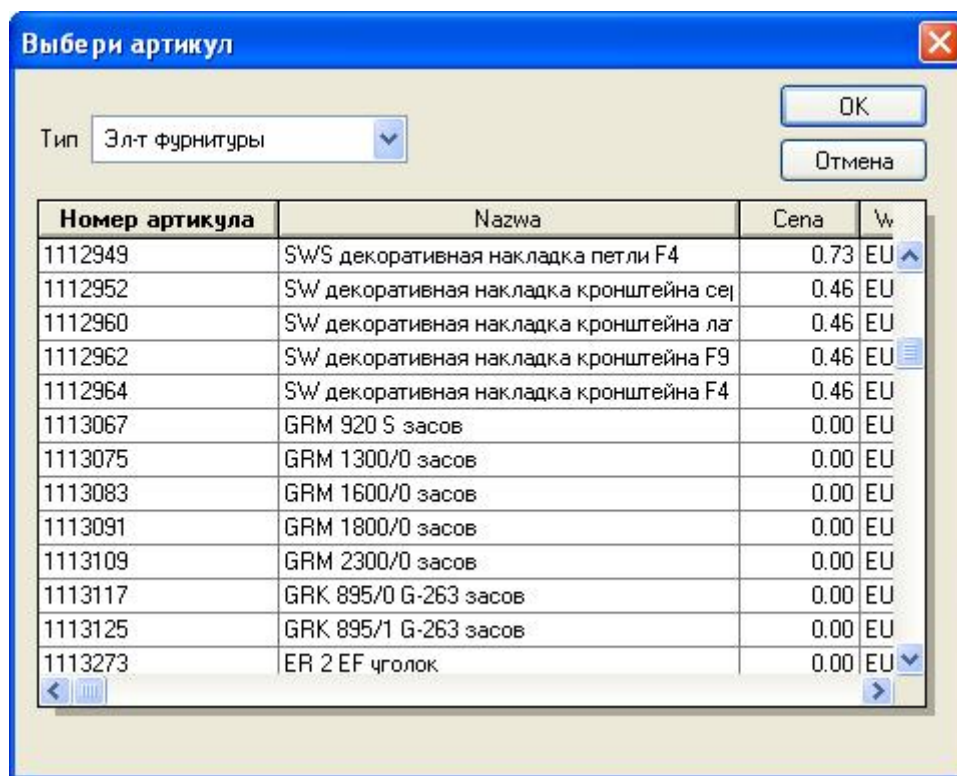
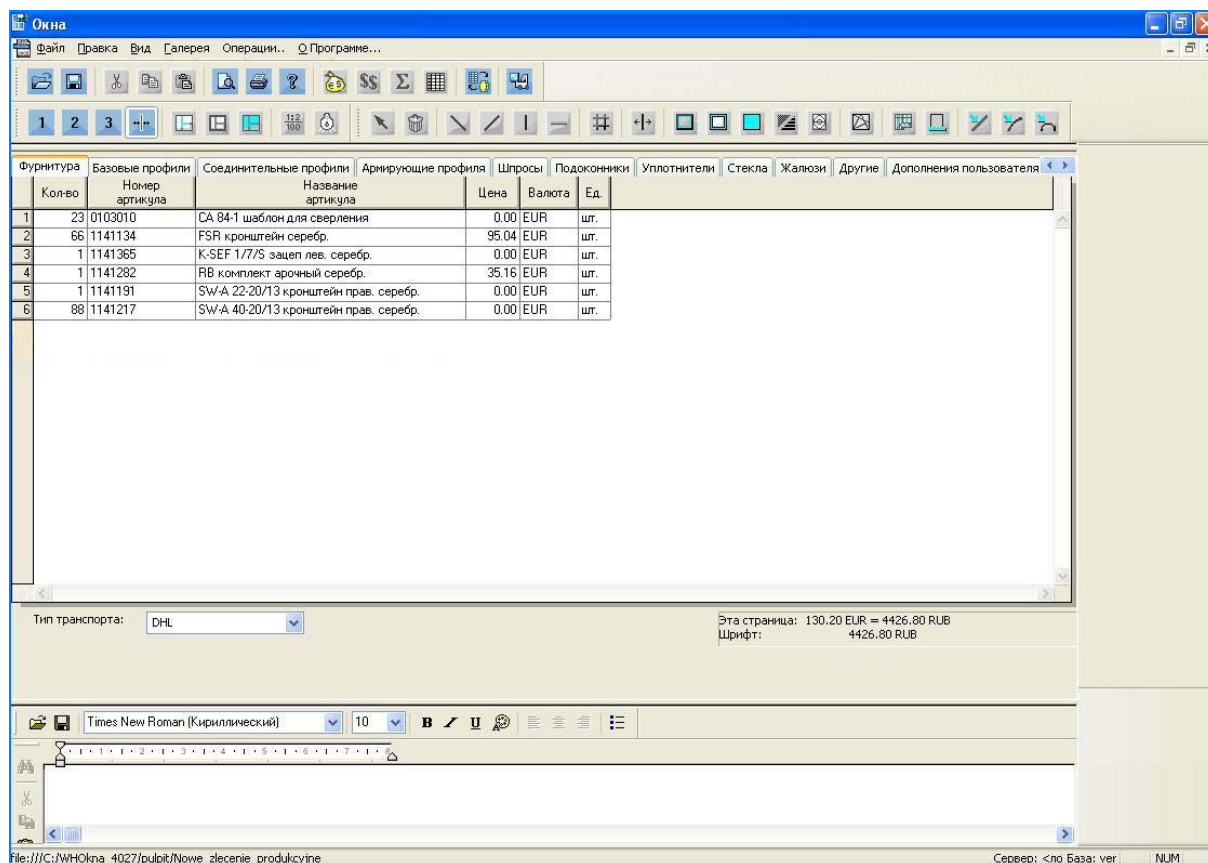

Рис. 69. Выбор доступных элементов из базы
Рис. 70. Окно заказа – с wybranymi элементами
Окно заказа по виду напоминает смету (смета описывалась при обсуждении определения цены предложения). Принципиальная разница состоит в том, что в смете можно бы добавлять товары только в закладке **Добавленное пользователем**. В окне заказа можно добавлять отдельные позиции заказа в каждой закладке. Мы делаем это таким же способом, как в случае уже упоминавшейся закладки **Добавленное пользователем**, т.е. в первой пустой строке (клавишей **Insert** создаем очередную пустую строку), мы нажимаем двукратно, в это время открывается база доступных элементов. (Рис. 69).
В окне (Рис. 69) поля **Тип** возможно изменение типа. Мы можем нажать ниже, на отдельных элементах, чтобы выделить элемент, который должен быть учтен в заказе. Один щелчок на избранном элементе подсвечивает его голубым светом, т.е. его выделит, двойной щелчок в этом самом месте аннулирует выделение. Можно выделить несколько элементов. В нижней части окошка видно поле поиска. Это поле не видно сразу после показывания окна с элементами, оно появляется только после нажатия любой клавиши. Чтобы найти необходимый элемент в базе данных, следует сначала нажать на соответствующий заголовок в колонке (если мы хотим найти элемент после номера статьи, мы должны нажать на заголовок колонки, номер артикула, тогда заголовок изменит вид шрифта на жирный). С клавиатуры мы можем начать вписывать номер артикула, в поле внизу окошка, мы увидим отдельные цифры. Аналогично следует поступать в случае поиска по названию артикула. На Рис. 69 заголовок колонки **Название** выделен жирным шрифтом т.е. искать можно именно по названию. Выделение элементов и нажатие кнопки **OK** переписывает выбранные элементы в окно заказа (Рис. 70):
Мы поочередно переключаем закладки и выбираем интересующие нас элементы, располагая их в окне заказа. Когда необходимые элементы уже будут находиться в окне заказа, достаточно изменить количество по умолчанию (1) на соответствующее число (Рис. 70). Ниже строки с выбранными элементами находится сумма выбранных элементов, рассчитанная в валюте по умолчанию (программа мультивалютная, цены товаров вводятся в базу в валюте, в которой они были куплены у поставщиков). **Эта страница** - это стоимость текущей строки, **Итого** - это сумма закладок. Так подготовленный заказ достаточно распечатать, чтобы выслать факсом или экспортировать, чтобы выслать электронной почтой (Интернетом).